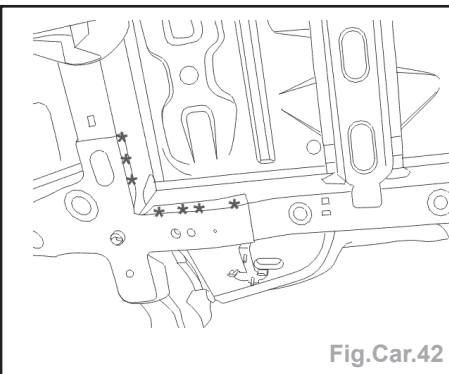

Fig.Car.42
- Découper par fraisage des points (Fig.Car.42).